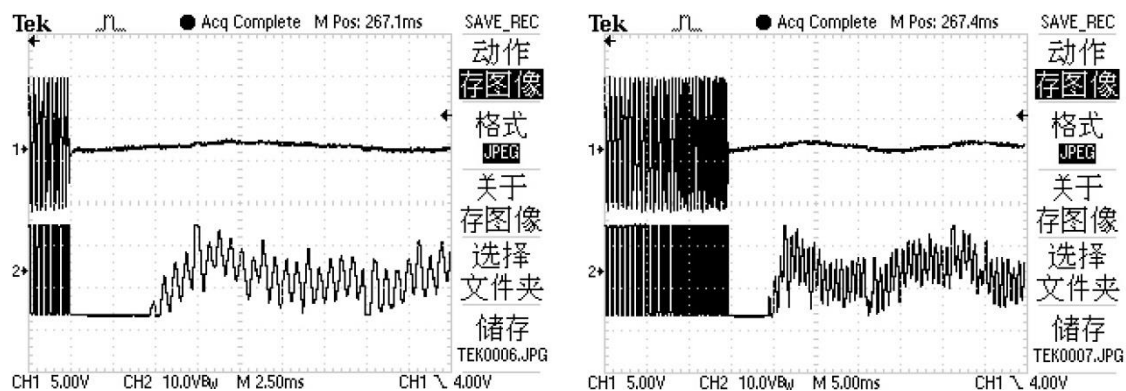

图 2 工频干扰抑制（回波频率约 1588Hz）
2、极强的干扰抑制能力，特别适用于恶劣环境下的数据采集，图 2 为 SWN-101 输入信号中混入 50Hz 工频干扰的情况，测试时在 100 米的电缆屏蔽层与系统地之间施加 50Hz/8V~信号来模拟传感器受到强烈干扰的情况，波形 1 是 SWN-101 输入端波形，左侧细密部分为激励施加时的波形，平缓部分为激励停止后测到的 50Hz 工频干扰，干扰幅度约为  $1V_{pp}$ ，波形 2 为经过 3000 倍放大后的输出波形，可以看到虽然 50Hz 干扰仍叠加在信号上，但信号放大器仍然正常工作，经过软件分析后仍然可以测量传感器的测值，只是误差略有增加而已！如果没有干扰抑制功能，这个干扰信号将放大到  $3000V_{pp}$ （饱和），根本无法识别信号。